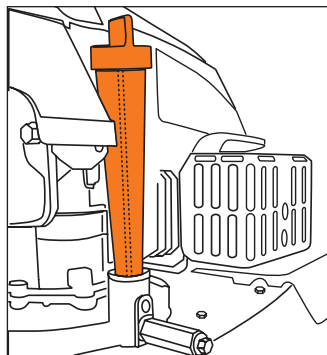

Рис. 10
- Отверните крышку маслоналивной горловины (Рис. 10) из картера двигателя, достаньте щуп.